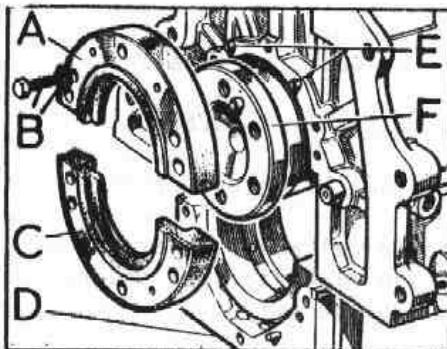

Fig. A1-N Elementos de fijación del retén del cigueñal
- 1.10. Soltar los tornillos, B (Fig. A1-N) a través de la comisura que dispone la brida del cigueñal y retirar la mitad, A, del porta-retén cuya posición está determinada por las espigas, E.